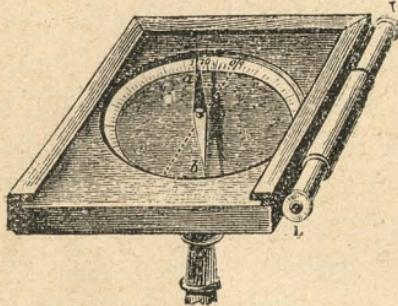

Fig. 198.—Brújula de declinación.
*Brújula de declinación*.—Se obtiene la declinación con la *brújula de declinación*, formada de una aguja imantada (fig. 198), móvil al rededor de un eje vertical. Un anteojos *L L'* permite colocar el instrumento en el plano del meridiano geográfico, y el ángulo que forma esta dirección con la aguja da el valor de la declinación.